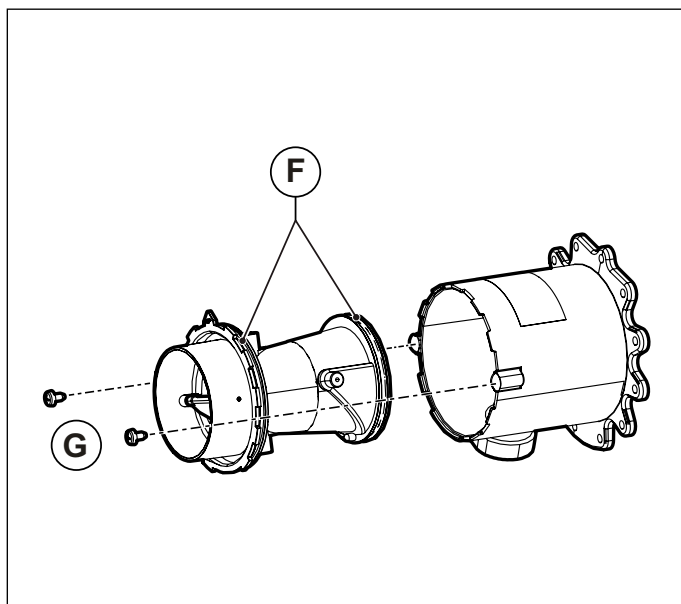

Fig. 34 Corpul din plastic al amestecătorului
- Desfaceți corpul din plastic al amestecătorului, deșurubând cele două șuruburi de fixare **G** (vezi Fig. 34 Corpul din plastic al amestecătorului).
- Înșurubați corpul din plastic pe amestecător cu ajutorul șuruburilor de fixare **G**, având grijă să nu deteriorați garniturile inelare **F** și să respectați orientarea de montare (consultați Fig. 34 Corpul din plastic al amestecătorului și Fig. 35 Orientare pentru montaj).